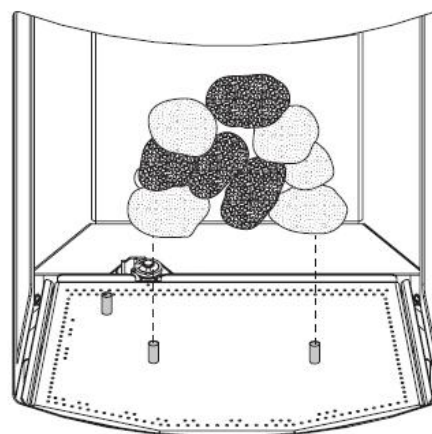

Figure 27. Installation du tas de pierres, au milieu du lit de pierres (option «Wishing Rocks»)
1. Insérez la pile de pierres avec les deux tiges centrales du brûleur, tel que montré à la fig. 27.